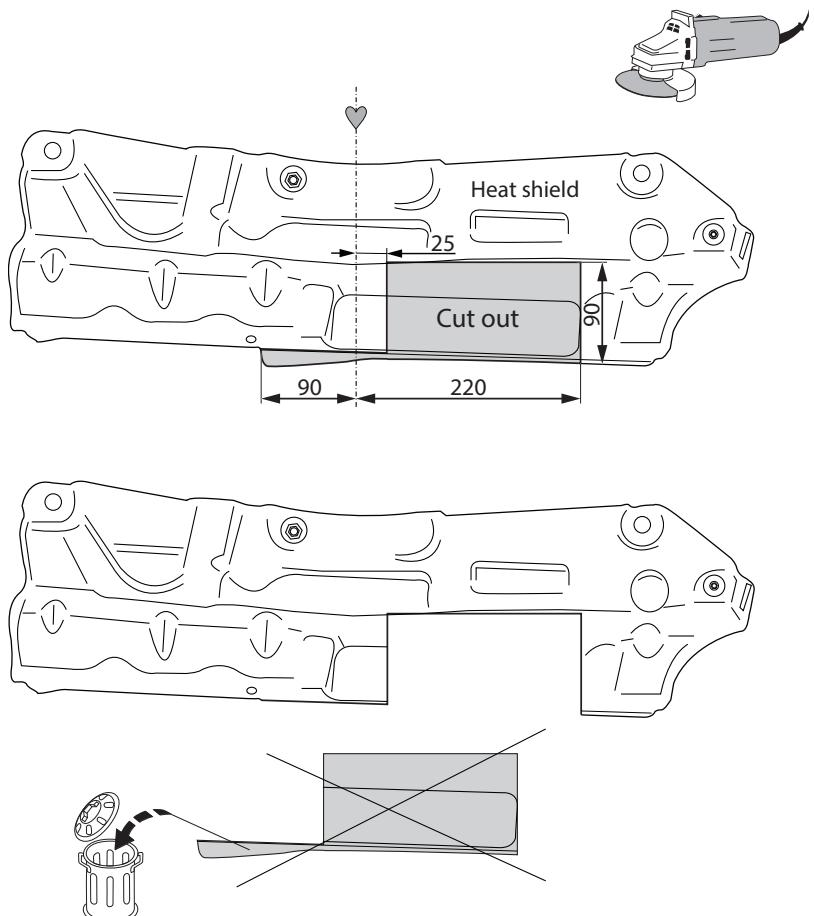

Fig. 3
10. **Внимание! При необходимости:** Выпилить обозначенную часть, как указано на рис. 3.